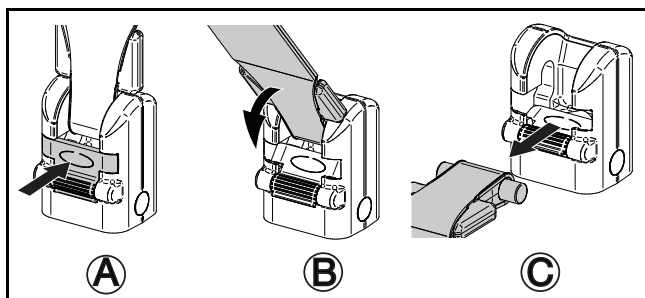

Fig. 4
- 2) Abra o trinco que mantém a extensão no lugar, empurrando-o para dentro (consulte a Fig. 4 A).
- 3) Rode a extensão no sentido do trinco (consulte a Fig. 4 B).
- 4) Puxe a extensão do acessório (consulte a Fig. 4 C).